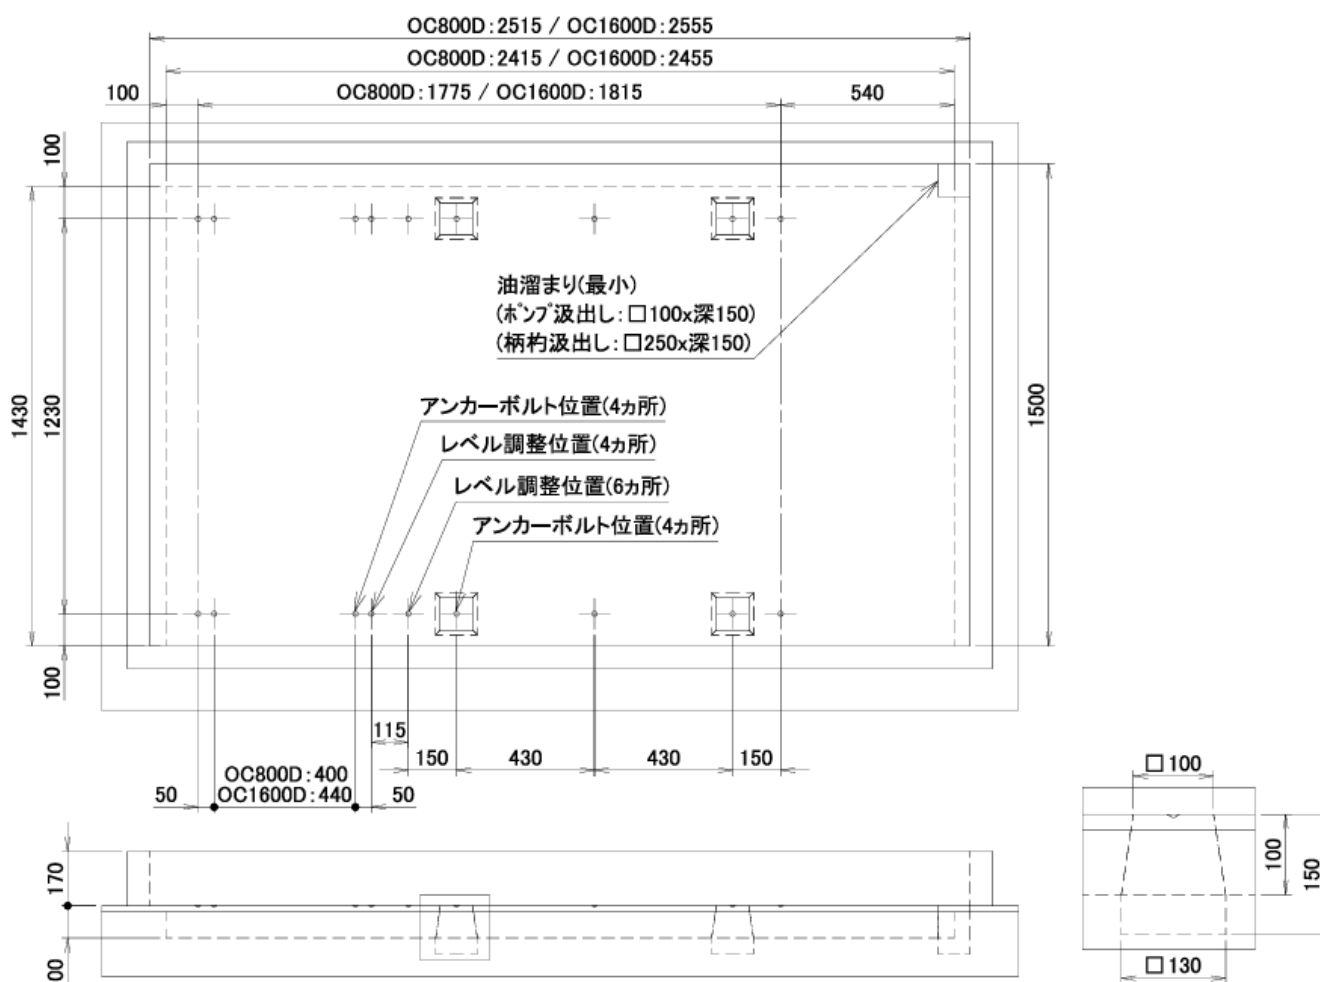

图 4-3
4-3. 一般的な基礎工事 (図 4-3)
- 1) 機械の据付は、床荷重に耐えられるコンクリートの水平かつ凹凸の無い床に、図4-3の示す位置に、相対的に段差の無く、水平な4ヶ所のコンクリート基礎を施工してください。
- 2) コンクリート床自身が十分な強度、完全に平らでかつ水平、十分な厚みがあるならば図4-3に示す基礎工事を省くことができます。